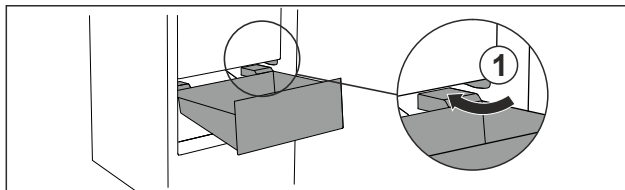

Fig. 116
- Futeni sirtarin pjerrtas në ndalues Fig. 116 (1).